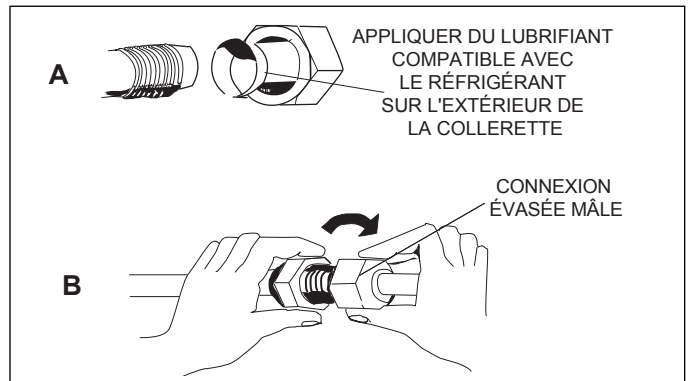

Figure 31. Réalisation des connexions mâles-femelles
- Aligner les conduites de réfrigérant évasées sur les connexions filetées. Commencer par serrer légèrement les écrous évasés pour assurer qu'ils s'engagent correctement comme illustré à la « Figure 31. Réalisation des connexions mâles-femelles ».